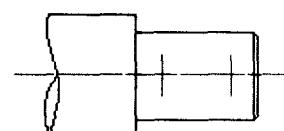

图 3-5
Step 6 选择中心线图层（05层），单击／按钮，作键槽的中心线，如图3-5所示。